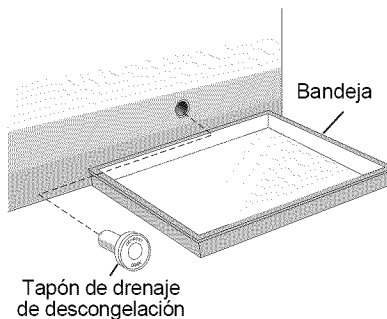

figura 2
- Coloque una olla poco profunda debajo de la salida de drenaje. Jale hacia afuera el tapón externo de drenaje (ver figura 2). Puede utilizar un adaptador de manguera de jardín de 1/2 pulgada para drenar el congelador directamente a una boca de drenaje